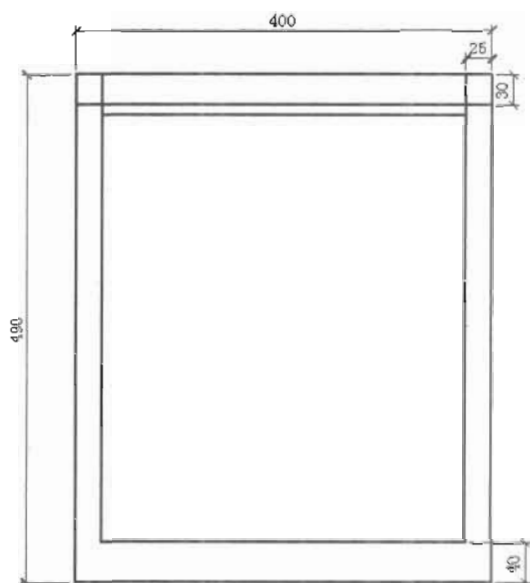

图 4-187
(4) 再次单击“偏移”按钮, 将顶边向下偏移 30mm, 如图 4-187 所示。